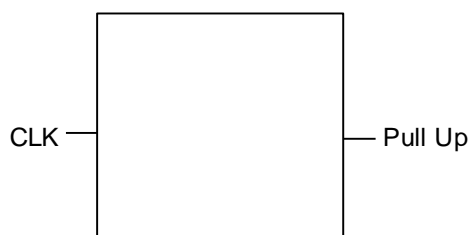

図 7-5 プルアップ端子、プルダウン端子配置例 1
- ① 高速入力信号端子（クロック入力端子等）からなるべく離して配置して下さい。（図 7-5）